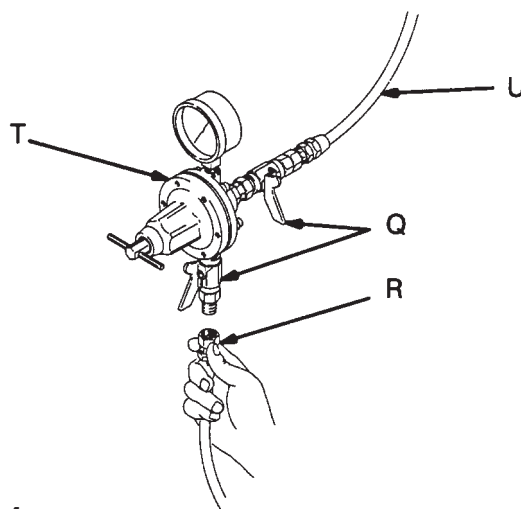

Fig. 4
- B. Collegare l'altra estremità del tubo flessibile del fluido (R) ad una linea di alimentazione del fluido regolata (U) o ad un serbatoio a pressione (P). Ved. Fig. 4 o il disegno dell'Installazione Tipo a Pag. 6.
NOTA: La Fig. 4 illustra il regolatore del fluido (T) e le valvole di arresto del fluido (Q) collegati alla linea di alimentazione del fluido (U).
- B. Collegare l'altra estremità del tubo del fluido (M) ad una linea di alimentazione del fluido regolata o ad un serbatoio a pressione. Fare riferimento alla Fig. 4 o al disegno dell'Installazione Tipo a Pag. 6.